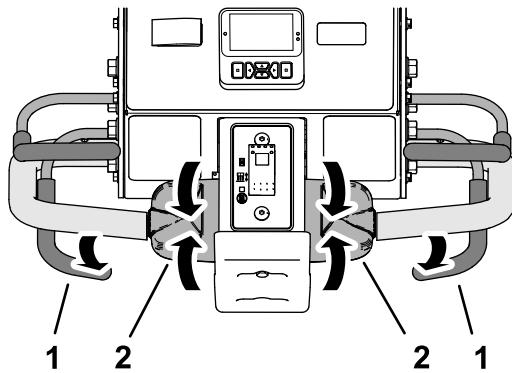

図 89
- コアリングヘッドが降りている場合には上昇させる図 89。